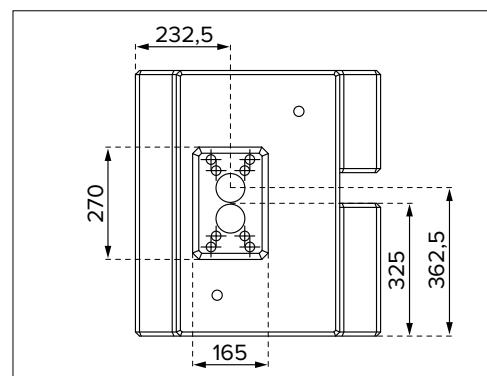

Abb. 3: Maße Fertigfundament [mm] - Draufsicht
Die asymmetrische Positionierung des Sockels ermöglicht eine bordsteinahe Montage des Geräts (In der Abbildung 3: Bordstein auf der linken Seite vorsehen).
- "Abb. 3: Maße Fertigfundament [mm] - Draufsicht"